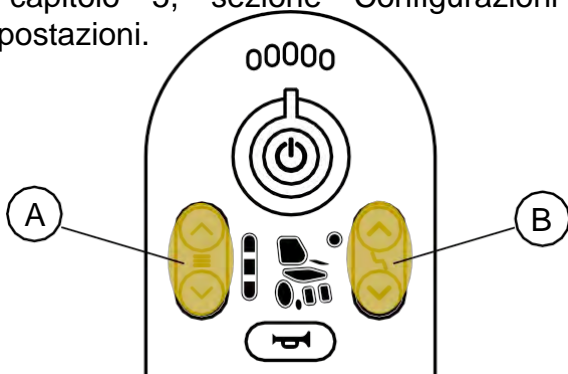

Fig. 2.2 Selezione delle funzioni di guida e di seduta sul LiNX REM211.
Il prodotto è dotato di serie dell'unità di controllo LiNX REM211. Per guidare il prodotto, premere i pulsanti per la funzione di guida (A) sull'unità di controllo, vedere Fig. 2.2. Durante la guida, il prodotto viene controllato tramite il joystick sull'unità di controllo. La regolazione elettrica dell'altezza si effettua con i pulsanti per la regolazione dell'altezza del sedile.
(B) sull'unità di controllo, vedi Fig. 2.2.